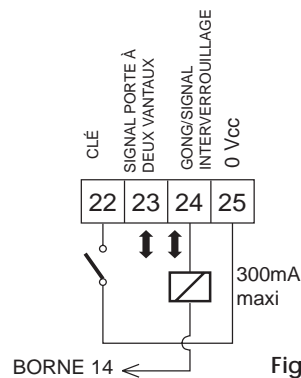

Fig. 22
22. **Commande d'ouverture "CLÉ" (fig. 22):** on désigne là tous les dispositifs qui commandent une ouverture de la porte quelle que soit la fonction de service sélectionnée en fermant un contact pendant plus de 3 s.
23. **Sortie pour application "PORTE À DEUX VANTAUX" (fig. 22):** voir paragraphe 9.2.
24. **Sortie pour signalisation sonore GONG/Sortie pour application "INTERVERROUILLAGE" (fig. 22):**
Le déclenchement de la sécurité FER. active la sortie entre les bornes 14 et 24 pendant une seconde à des intervalles de 0,5 s. La sortie est prévue pour commander une signalisation sonore (GONG). La puissance maximum est de 300 mA (fig. 22).